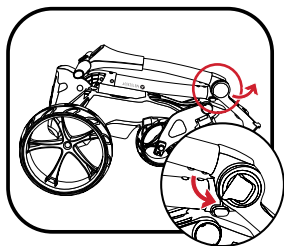

Fig 1
1. Lyft det övre bagstödet något och lossa den övre spärren (fig. 1)